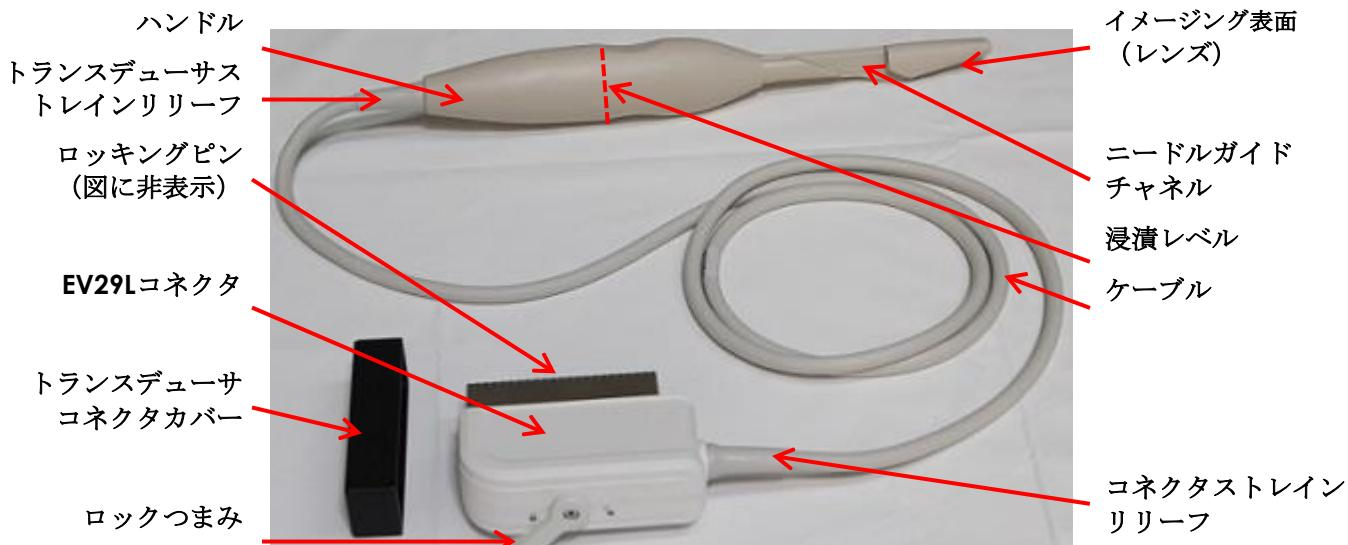

図31：ExactVu EV29L™経直腸用リニア型マイクロ超音波トランスデューサ
本手順では、様々な溶液での洗净、浸漬及び灌ぎが必要である。全ての場合において、トランステューサはハンドルのおよそ中間部まで液面に曝露させる必要がある（図31の浸漬レベル）。
- TRUS検査中にシースと接触しないEV29L™経直腸用リニア型マイクロ超音波トランスデューサの部品、つまり、浸漬レベルより上部のトランスデューサの部品（図31を参照）。
本手順では、浸漬レベルより上部とは、イメージング表面とは反対の方向を意味する（図31を参照）。
- TRUS検査中にシースと接触するEV29L™経直腸用リニア型マイクロ超音波トランステューサの部品、つまり、浸漬レベル以下のトランステューサの部品（図31を参照）。浸漬レベルより上部の部品（ケーブルを含む）については、2.2.項を参照すること。
- 図31に示す浸漬レベルまでEV29L™経直腸用リニア型マイクロ超音波トランスデューサを浸漬するための十分な量の洗浄液を洗浄液容器に充填する。
- 図31に示す浸漬レベルまでEV29L™経直腸用リニア型マイクロ超音波トランスデューサを洗浄液に浸漬する。
- 図31に示す浸漬レベルまでEV29L™経直腸用リニア型マイクロ超音波トランステューサを浸漬するための十分な量の高水準消毒液を高水準消毒液容器に充填する。
- 図31に示す浸漬レベルまで、EV29L™経直腸用リニア型マイクロ超音波トランステューサを高水準消毒液に浸漬する。